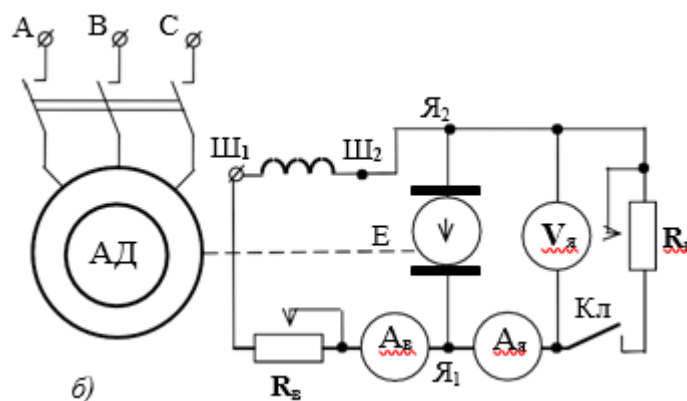

Рис. 10.10. Цепь регулировки момента М на валу АД
- собрать цепь питания электромагнитного тормоза рис. 10.10а, либо схему регулировки момента нагрузки на основе генератора постоянного тока рис. 10.10б и установить момент  $M = 0$  (ключ  $K_L$  разомкнут);